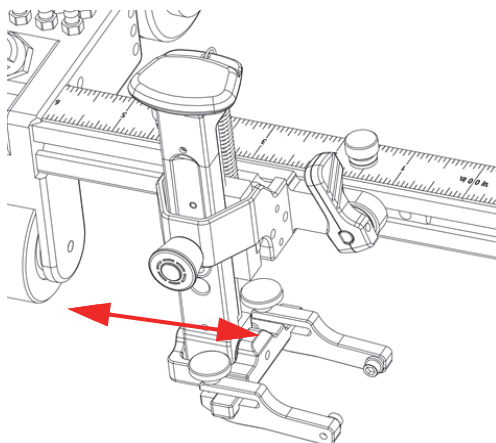

Рис. 2-15 Сдвиг держателя ПЭП
2. Сдвиньте держатель ПЭП до желаемого положения (Рис. 2-15 на стр. 46).